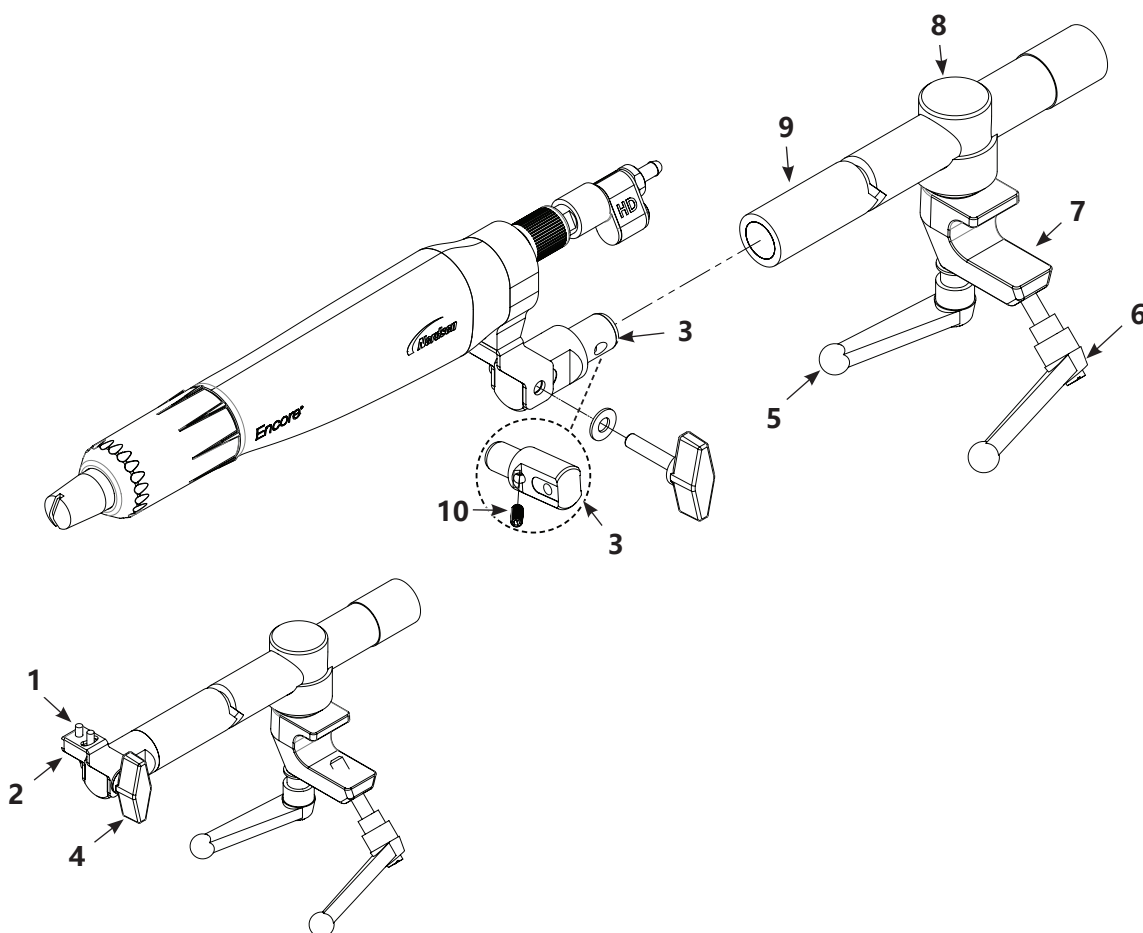

图 3-5 杆座喷枪安装
7. 参见图 3-5。将喷枪杆座适配器 (3) 装入枪杆 (9) 的末端，并用 4 mm 六角扳手拧紧固定螺钉 (10)，将其固紧。
- 要将喷枪尖端从一侧移到另一侧，松开圆头螺钉 (1)。
- 要向上或向下倾斜喷枪尖端，松开倾斜旋钮 (4)。
- 要旋转或调整锁定枪体 (8) 上的喷枪杆，松开旋转手柄 (5)。
8. 要将喷枪安装在固定喷枪架、振荡器或往复机上，将夹具 (7) 置于 1 in. 长的安装杆上并拧紧夹具手柄 (6)。